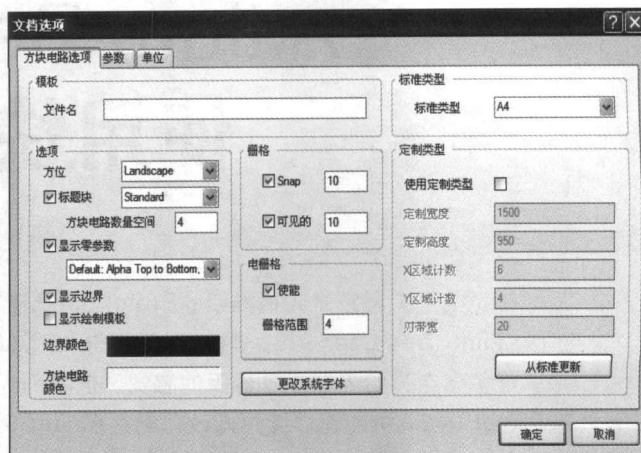

图4
(4) 单击项目面板上的原理图名称就进入了原理图编辑环境，在这个环境下可以采用大多数默认的设置进行操作，但有一项需要经常变更。单击菜单“设计\文档选项”弹出文档选项对话框如图4。